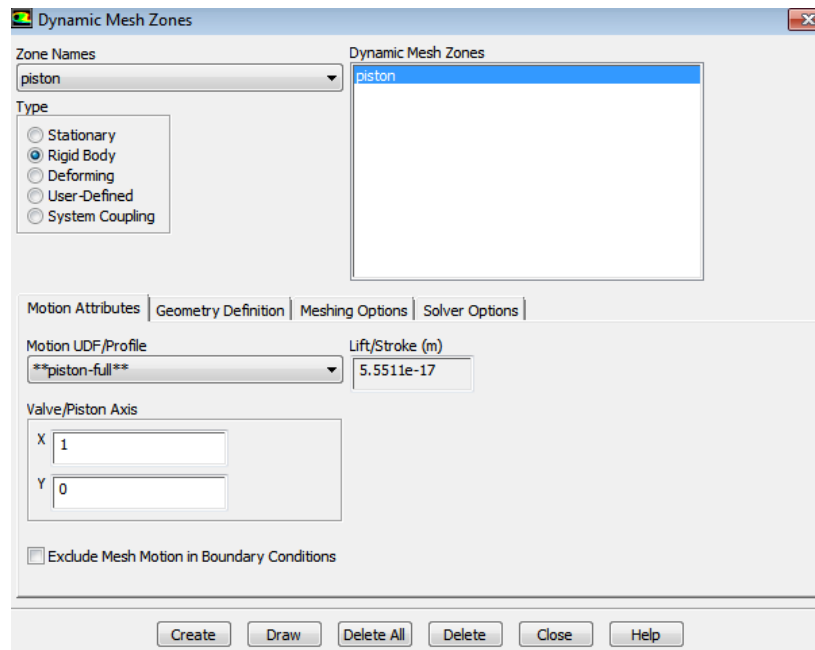

Рисунок 53 – Меню задания параметров зоны сетки *piston*
- осуществляется задание параметров области *piston* (рисунок 53):